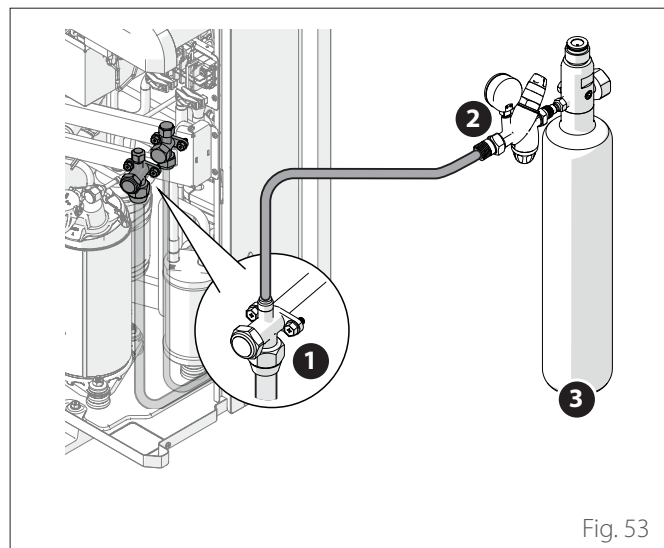

Fig. 53
- Conectar la bombona de nitrógeno mediante reductor de presión y tubo flexible a la toma de servicio ("Fig. 53").